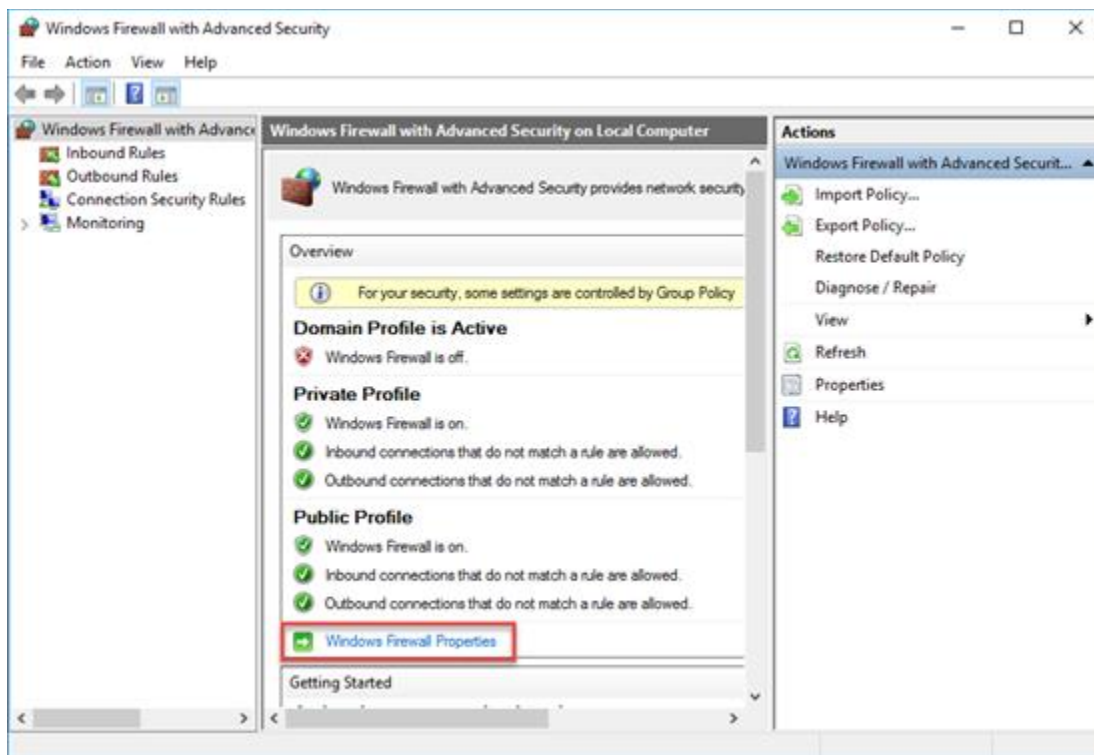

Abbildung 123: Windows Firewall mit Advanced Security
2. Wählen Sie **Windows Defender Firewall Properties** um die **Windows Defender Firewall im Advanced Security** Eigenschaften Bereich zu öffnen (Abbildung 123).